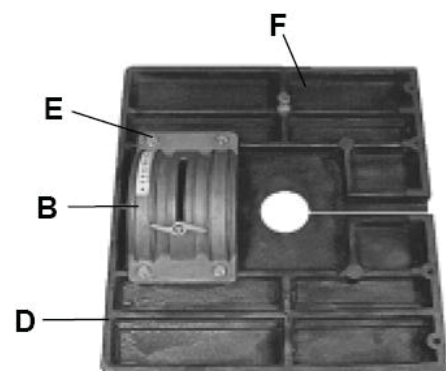

Рис. 2
- Чотирма шестигранными болтами (M8x16) та шайбами прикріпіть механізм нахилу столу з підпорою (В) до нижньої частини столу (D), слідкуйте за тим, аби шкала регулювання кута розташовувалася якомога ближче до краю столу (Рис. 2).
- Доки стіл перевернутий, закріпіть стопорний гвинт столу та гайку (F), як зазначено на рисунку. Це потрібно буде відрегулювати пізніше (Рис. 2).